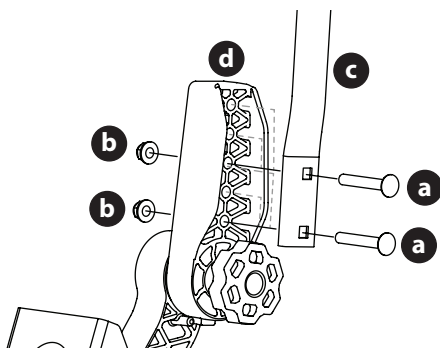

Figura 12
1. Extraiga los dos tornillos de carro (a) y las dos tuercas de seguridad con reborde (b) que sujetan la palanca de control de la transmisión (c) hasta el regulador de la manija superior (d) (Figura 12).
2. Mueva la palanca de control de la transmisión hasta una de las tres alturas disponibles y sujétela en su lugar con los tornillos del carro y las tuercas de seguridad con reborde (Figura 12).
4. Si las palancas de control no se alinean después de ajustar la perilla, afloje las tuercas (b), alinee las palancas de control y vuelva a apretar las tuercas. Una vez que se realiza este ajuste fino, las palancas de control se alinearán al usar el ajuste de la perilla (Figura 12).